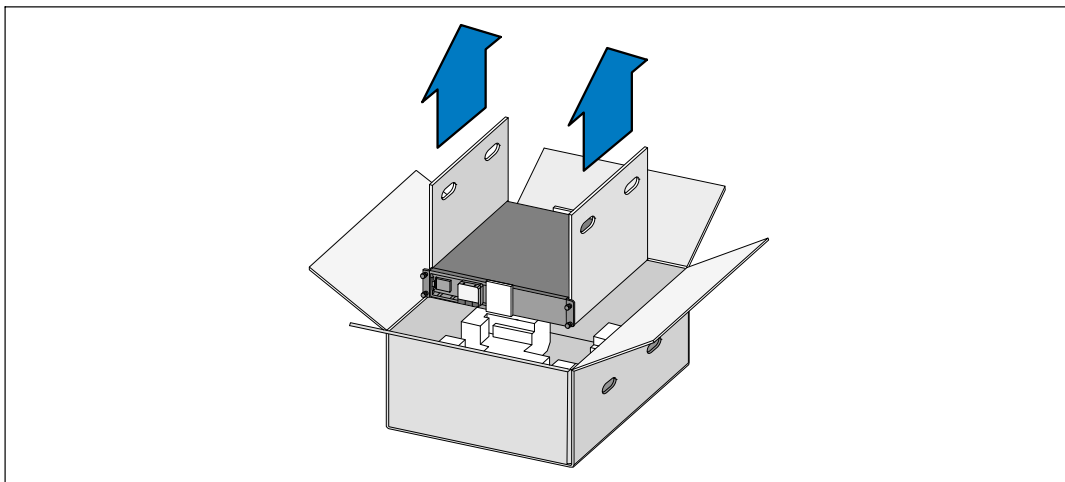

図3. キャビネットの持ち上げ方
- 2 一人が片方を持ち、段ボールのハンドル部分を使って、段ボール箱からキャビネットを注意して持ち上げ、平らな安定した表面上に置きます。（図3を参照）。